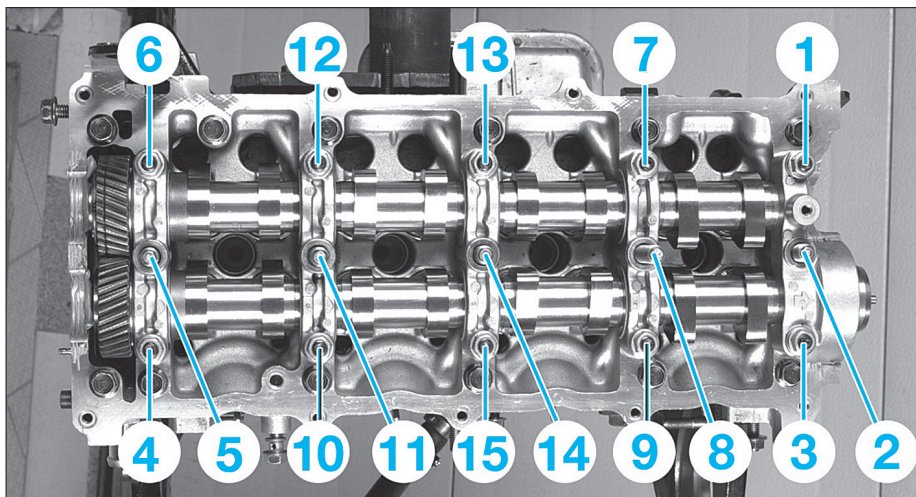

FIG. 34
- Déposer les paliers d'arbres à cames en desserrant par étape de demi-tour par demi-tour dans l'ordre de desserrage (fig. 34).